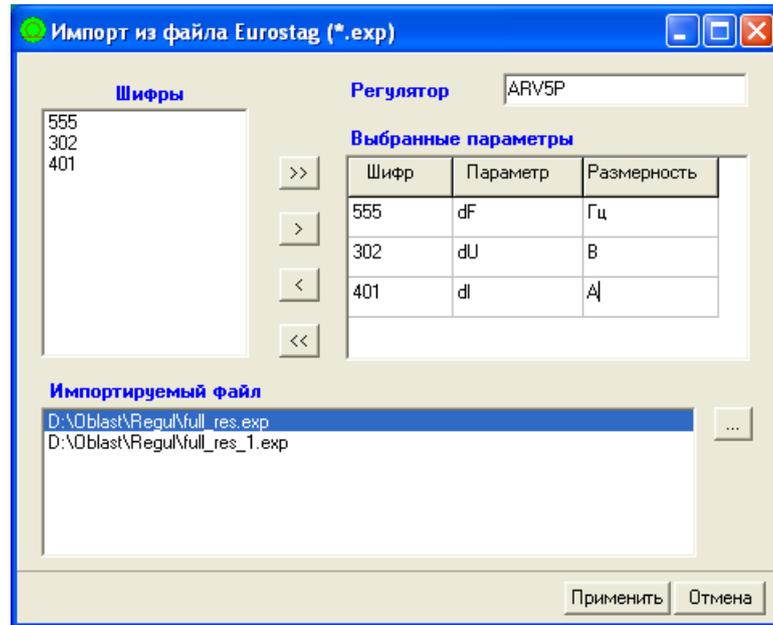

Рис.3.2.
- 3.4. После выбора команды *Eurostag* появляется окно импорта файла в формате Eurostag рис.3.2.